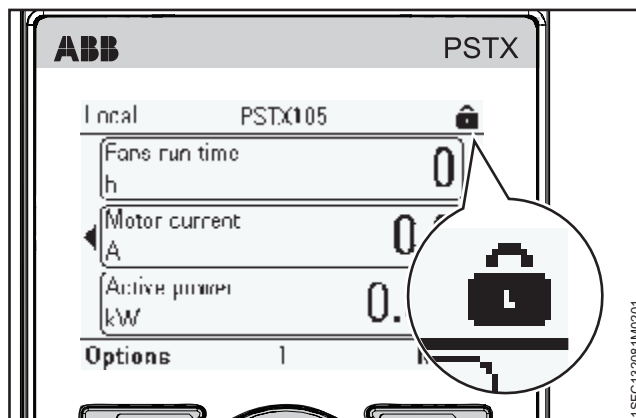

Abbildung 6.10
1. Tastenfeld sperren/entsperren, siehe **Abbildung 6.10**